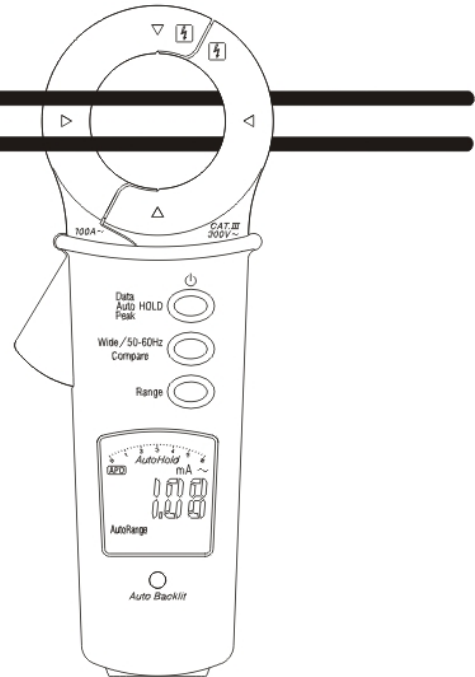

Abb. 13: Verwendung der Zange für Wechselstrommessung
3. Öffnen Sie die Zangenbacken und setzen Sie den Leiter ins Zentrum (siehe Absatz 4.1.2 und siehe Abb. 13).